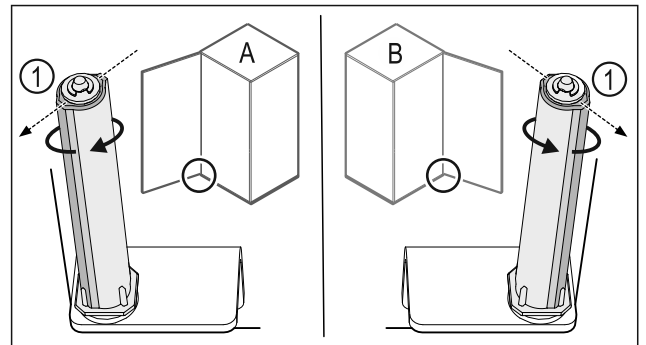

Fig. 37 Розкриття ліворуч (A) / Розкриття праворуч (B)
- ▶ Систему закриття повертати проти опору доки перемичка системи закриття Fig. 37 (1) не покаже назовні.